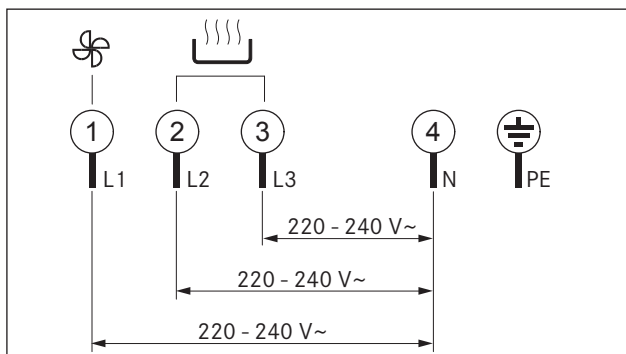

Fig. 6.36 Schéma de raccordement 3 phases de raccordement
- Raccordez le câble d'alimentation selon le schéma de raccordement (voir fig. 6.36 Fig. 6.36 raccordement) au raccordement au secteur [2] de la table de cuisson équipée d'une aspiration sur table de cuisson.